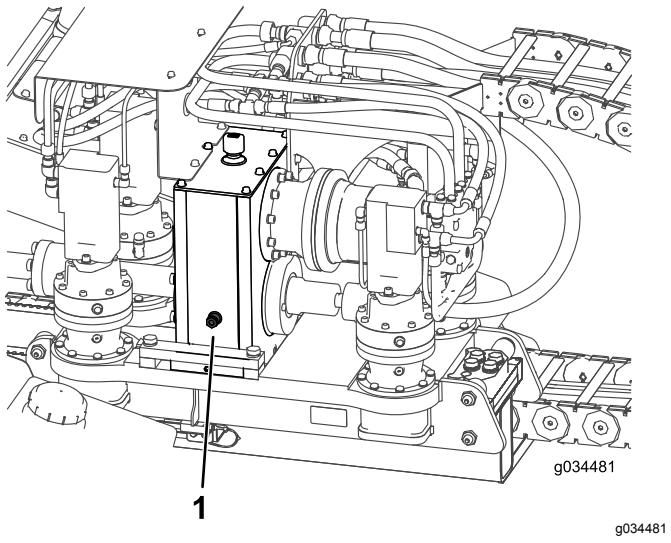

Figura 106
3. Retire el tapón del respiradero y coloque aceite en la transmisión planetaria hasta que el nivel del aceite en la mirilla esté al menos lleno hasta la mitad (Figura 106).
2. Compruebe el nivel del aceite de la mirilla de cada transmisión planetaria del motor de empuje (Figura 106).
2. Compruebe el nivel de aceite de la mirilla de la transmisión de la caja de engranajes (Figura 106).
3. Retire el tapón del respiradero y coloque aceite en la transmisión de la caja de engranajes hasta que el nivel de aceite en la mirilla esté al menos lleno hasta la mitad (Figura 106).
- Llene la caja de engranajes hasta que el nivel de aceite en la mirilla esté a más de la mitad (Figura 106).